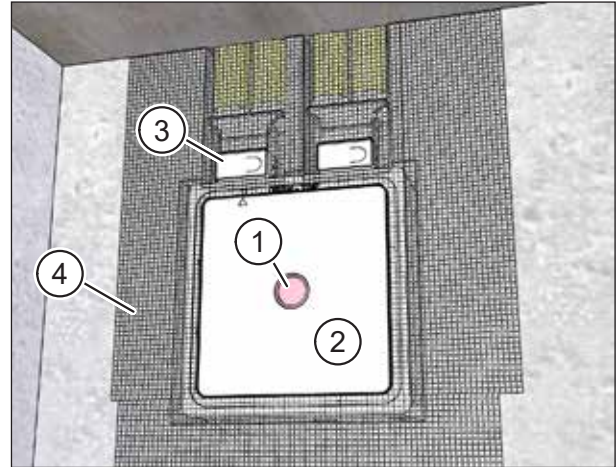

Abb. 25: Montageset im Innenbereich einputzen
- ▶ Achten Sie darauf, dass der Signaldeckel (Pos. 1 in Abb. 25) im Putzschutzdeckel (Pos. 2 in Abb. 25) sitzt.
- ▶ Achten Sie darauf, dass die Putzschutzdeckel (Pos. 3 in Abb. 25) in den Flexrohranschlüssen sitzen.
- ▶ Bringen Sie das Putzgewebe M-WRG-PG (Pos. 4 in Abb. 25) auf dem Montageset und der Massivwand an.